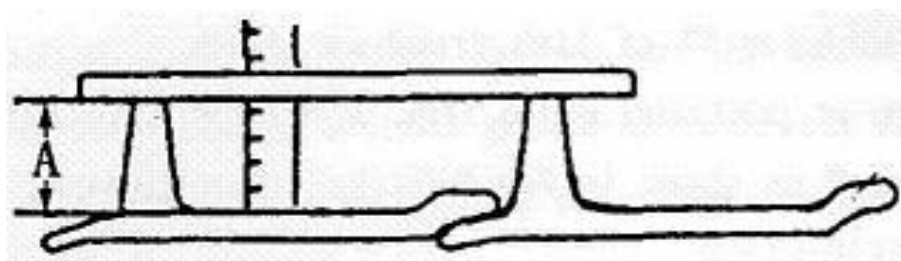

Рис. 50
4) Измерить высоту грунтозацепа (Рис. 50)